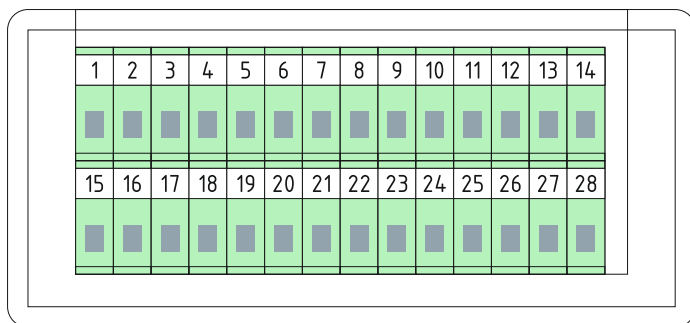

Рис. 4: Задняя стенка автомата горения ПРАГО щитового исполнения.
5.1.4 На задней стенке корпуса щитового исполнения расположена колодка ХТ1 для подключения внешних цепей (рис. 4). В автомате горения настенного исполнения колодка ХТ1 расположена внутри корпуса, под крышкой.